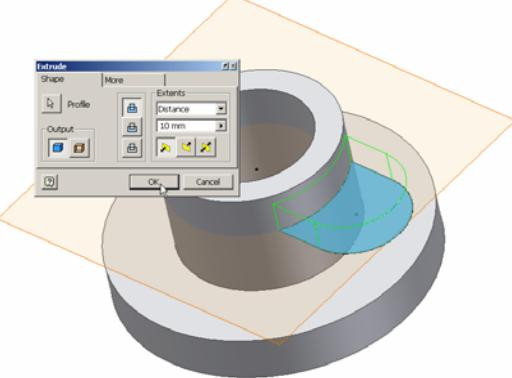

Figura 2.10.10.
- din lista **Extents** - opțiunea **Distance** - distanța de extrudare **10**, figura 2.10.10.